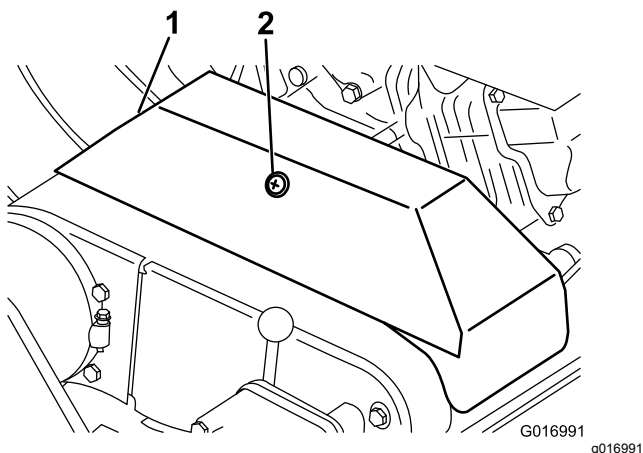

Figura 46
2. Afloje el retenedor que sujeta la cubierta de las correas en V y gire la cubierta para abrirla (Figura 46).
2. Afloje el retenedor que sujeta la cubierta de las correas en V y gire la cubierta para abrirla (**Figura 46**).